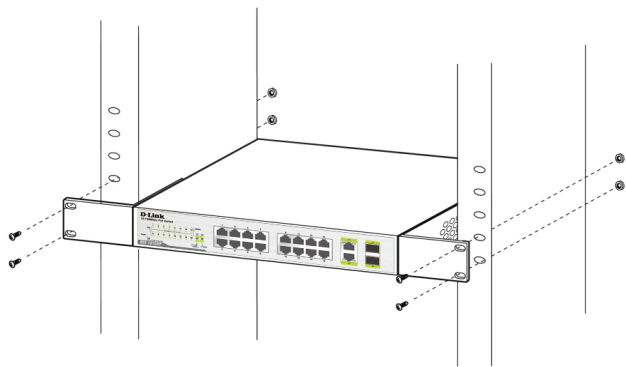

Рис. 4 Установка коммутатора в стандартную стойку
- Используя прилагаемые винты, установите коммутатор в стойку, как показано на **Рис. 4**.